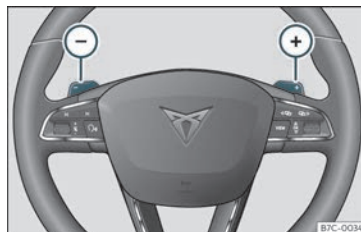

Fig. 203 Volant: palanques per a canvi automàtic.
- Premeu la lleva de canvi (+) per inserir una marxa superior »» **fig. 203**.